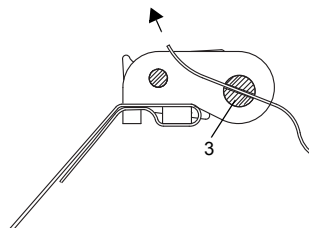

Fig. 9.42: Cierre de trinquete con abrazadera de tensión
- Hacer pasar el extremo largo de la abrazadera de tensión a través de la pieza 3 del cierre de trinquete (véase Fig. 9.42).